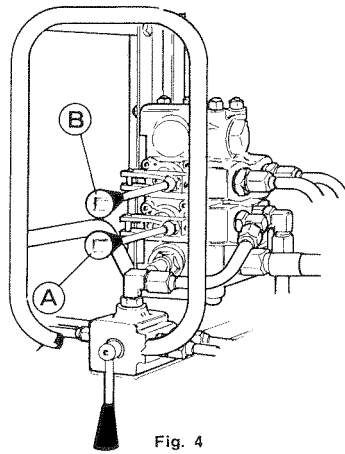

Fig. 4
- il distributore posto sul basamento (fig. 4) serve per il comando degli stabilizzatori e i loro movimenti si realizzano con le leve (A e B).
- The distributor located on the base (fig. 4) operates the outriggers through levers (A and B)
- Le distributeur, placé sur l'embase (fig. 4), actionne les stabilisateurs au moyen des leviers (A et B).
- Durch die Hebel (A und B) am Steuerblock des Kransockels (Bild 4) wird die Abstützung bedient.